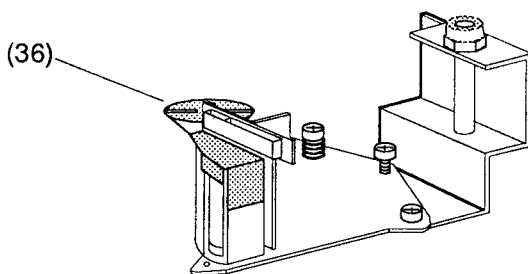
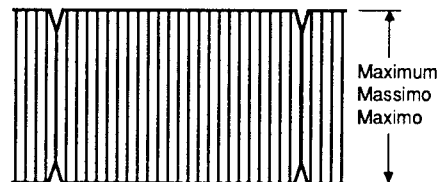

Fig. 45
Fig. 46
- Hüllkurve (FM vom Band) mit Mutter (36) auf maximale Amplitude einstellen (Fig. 45, Fig. 46).
- Set the envelopes (FM Tape) to maximum amplitude (Fig. 45, Fig. 46) with the nut (36).